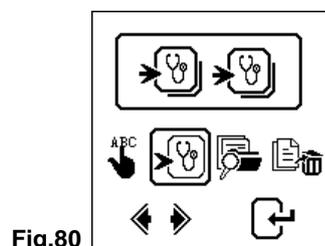
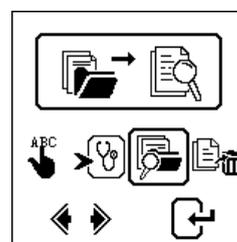

Fig.80
Fig.81
1. Andare al menù principale (Fig.80) e selezionare l’icona di visualizzazione dei test (Fig.81):